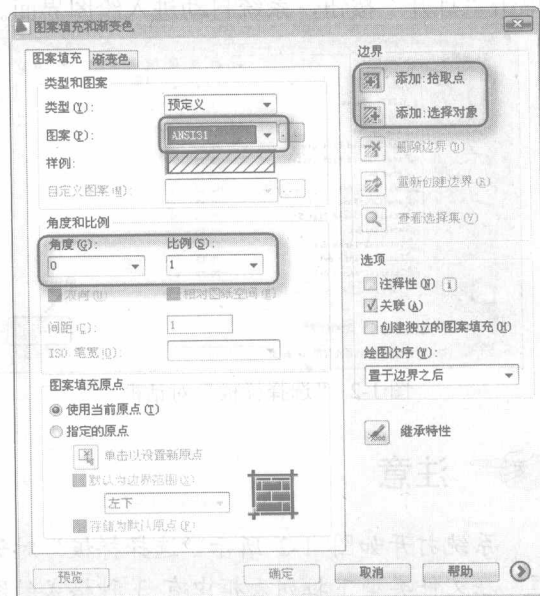

图 1-6 “图案填充和渐变色”对话框
(1) 选择以上任一种方法,调用“填充”命令,系统自动弹出如图 1-6 所示的图案填充和渐变色对话框。